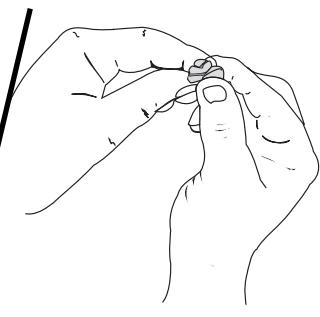

Fig. 21
5. Pressez le filtre pour répartir et drainer l'excédent d'huile (Fig. 21).